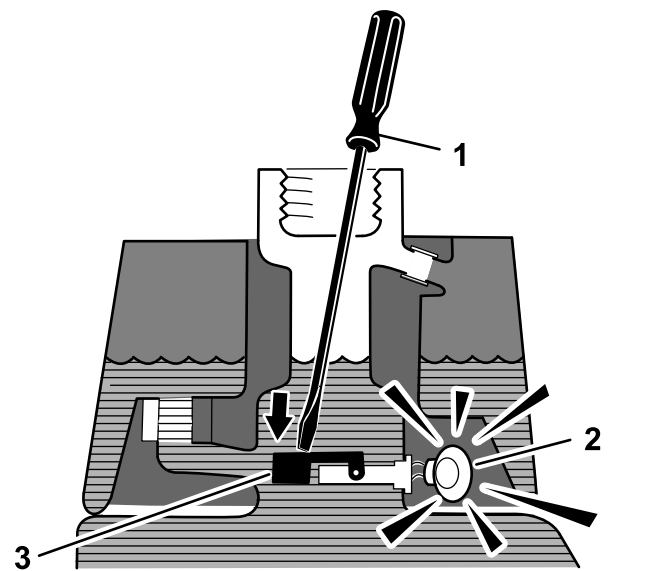

Bild 49
3. Stecken Sie eine saubere Stange oder einen Schraubenzieher in den Einfüllstutzen des Behälters und drücken Sie den Schwimmerschalter (Bild 49) leicht nach unten. Der Alarm sollte nach einer Sekunde ertönen.